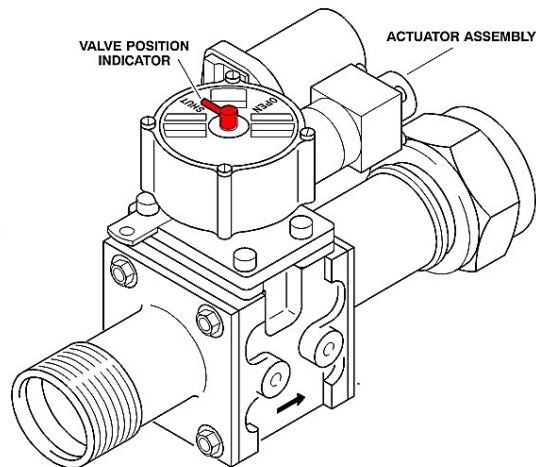

Рис. 1.4. Противопожарный кран Engine Pump Fire Shut-Off Valve.
3). Противопожарный запорный клапан (fire shutoff valve), установленный на всасывающей магистрали каждого насоса двигателя, и изолирующий насос от резервуара в случае пожара или разрыва всасывающей магистрали, или выхода двигателя из строя, затрагивающего по меньшей мере две гидравлические системы (рис.1.4.).